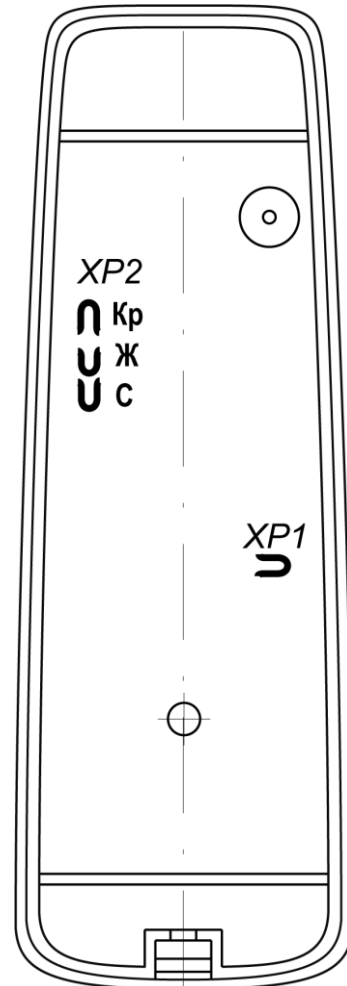

Рисунок 3. Расположение перемычек на тыльной стороне контроллера
5. Если данный контроллер не является конечным устройством на линии связи интерфейса RS-485 подключения периферии, то необходимо отключить на нем концевой резистор, для чего перекусите кусачками перемычку «отключение концевой резистора» (перемычка **XP1**, см. рис. 3). Учтите, что в этом случае необходимо будет установить концевые резисторы по реальным концам линии связи интерфейса RS-485.